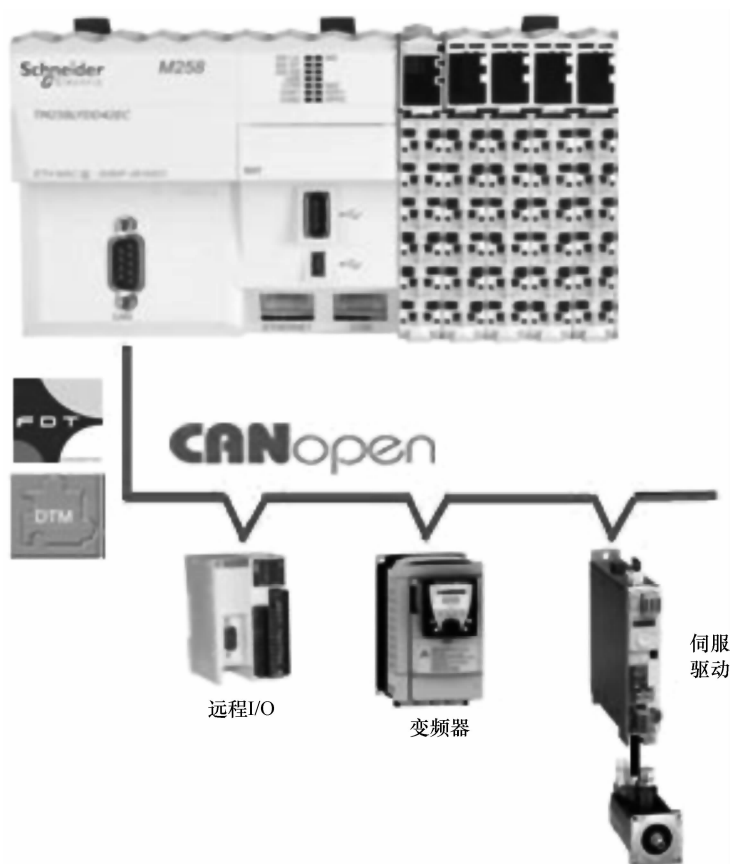

图 2-11 M258 逻辑控制器 CANopen 总线的连接
3) 具有 CANopen 总线主站通信口，可以连接 32 台从站设备，通信速度达到 1Mbit/s。M258 逻辑控制器 CANopen 总线的连接如图 2-11 所示。